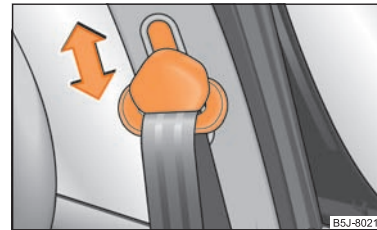

Fig. 108 Scaun față: Reglarea pe înălțime a centurii
- Pentru reglare apăsați dispozitivul de reglare și deplasați-l în sus sau în jos ⇒ fig. 108.